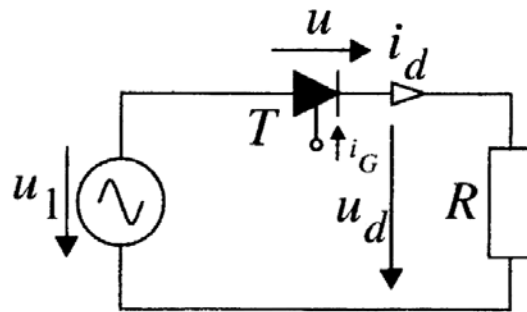

Abbildung 2.1: steuerbare Einweggleichrichterschaltung mit ohmscher Last
Die vorliegende Werkstatt-Arbeitsstation beschäftigt sich mit dem Thyristor als Bauelement. Anhand einer einfachen Thyristorschaltung mit ohmscher Last (Abbildung 2.1) repetieren Sie die Funktionsweise des Thyristors und wählen mit Hilfe von 3 Thyristordatenblättern ein geeignetes Bauteil aus.
Gegeben ist die Schaltung aus Abbildung 2.1. Der Zündwinkel des Thyristors, die Wechselspannung u_1 sowie der Widerstand R des Verbrauchers sind bekannt.
3. Begründen Sie, welche Thyristortypen für die Schaltung aus Abbildung 2.1 in Frage kommen und welche nicht. Tragen Sie dazu die relevanten Kenndaten ins Lösungsblatt ein.